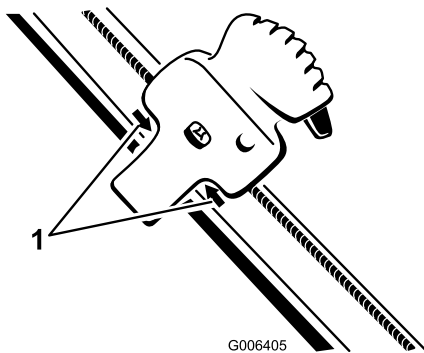

Figure 35
2. Placez la commande Quick Shoot entre les 2 flèches situées sur le côté droit de la partie supérieure du guidon (Figure 35).